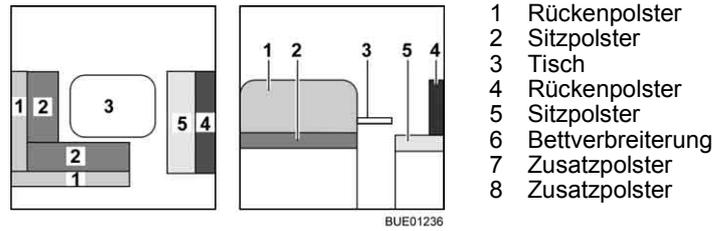

Bild 94 Vor dem Umbau
- Tisch (Bild 94,3) zum Bettunterbau umbauen (siehe Abschnitt 6.11).
- Die Rückenpolster (Bild 94,1) der L-Sitzbank abnehmen und beiseite legen.
- Das Rückenpolster (Bild 94,4) der Längssitzbank abnehmen und beiseite legen.